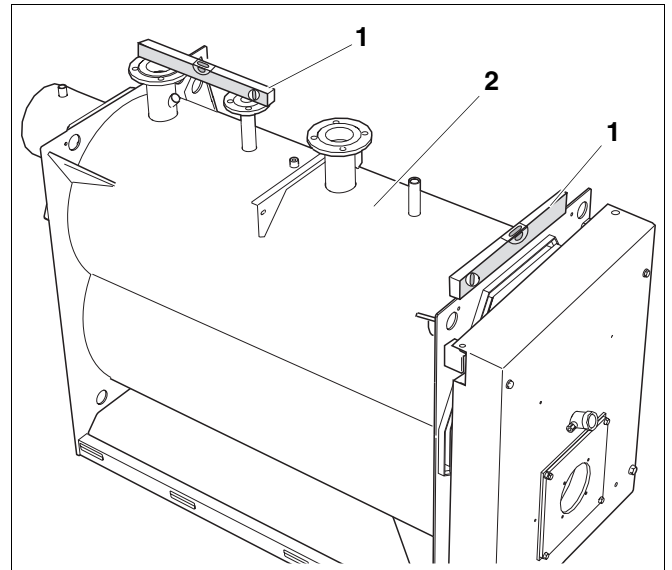

Fig. 7 Positionnement de la chaudière
Positionnez la chaudière (fig. 7, **pos. 2**) horizontalement et verticalement pour éviter l'accumulation d'air dans la chaudière.
- Positionner la chaudière horizontalement et verticalement (fig. 7, **pos. 2**), comme représenté dans la fig. 7, à l'aide d'un niveau à bulle (fig. 7, **pos. 1**).